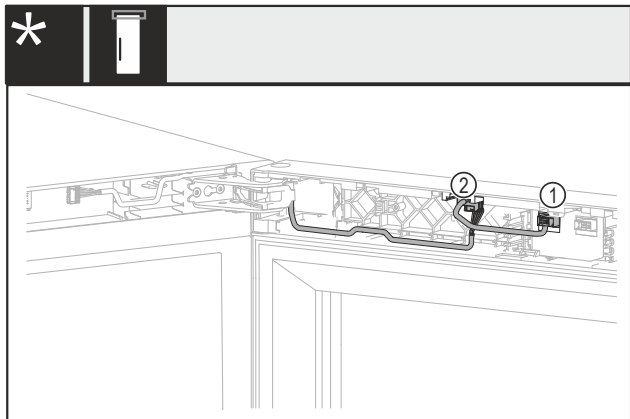

Fig. 18 Без замка або з механічним замком*
- ▶ Витягніть штекер Fig. 18 (1).*
- ▶ Витягніть штекер Fig. 18 (2).*